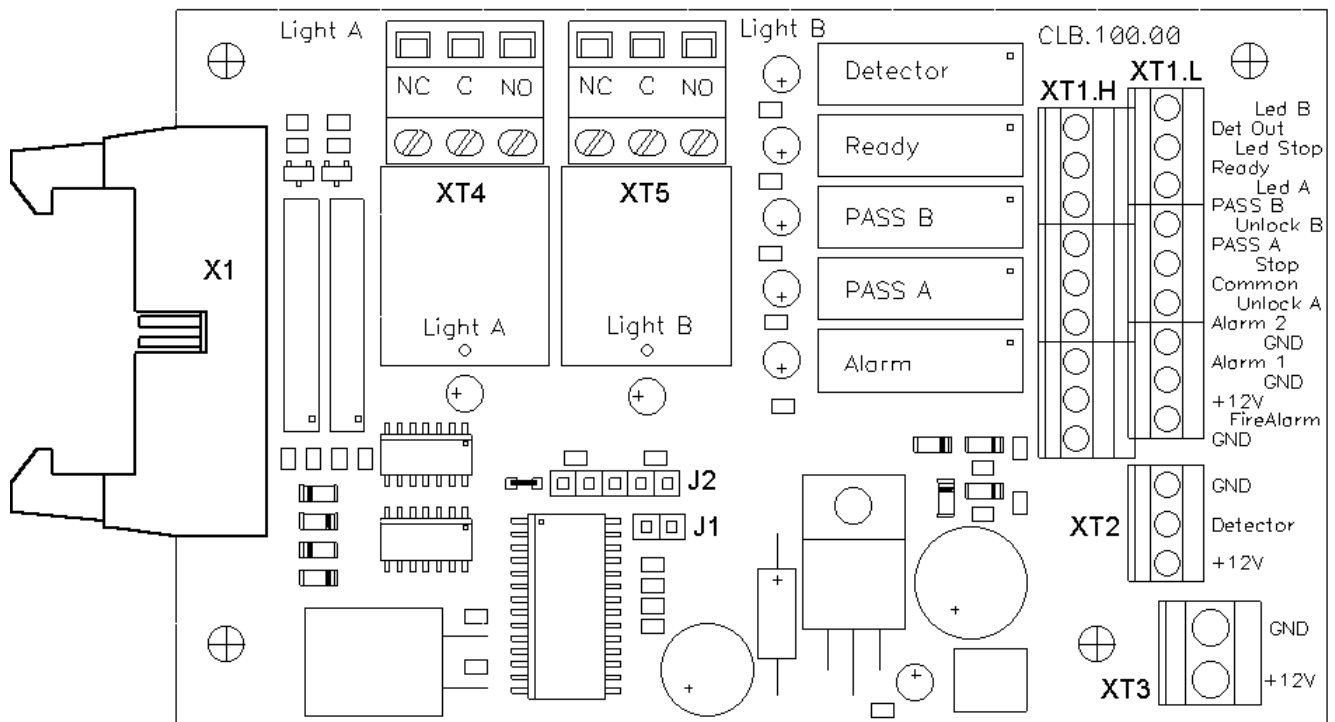
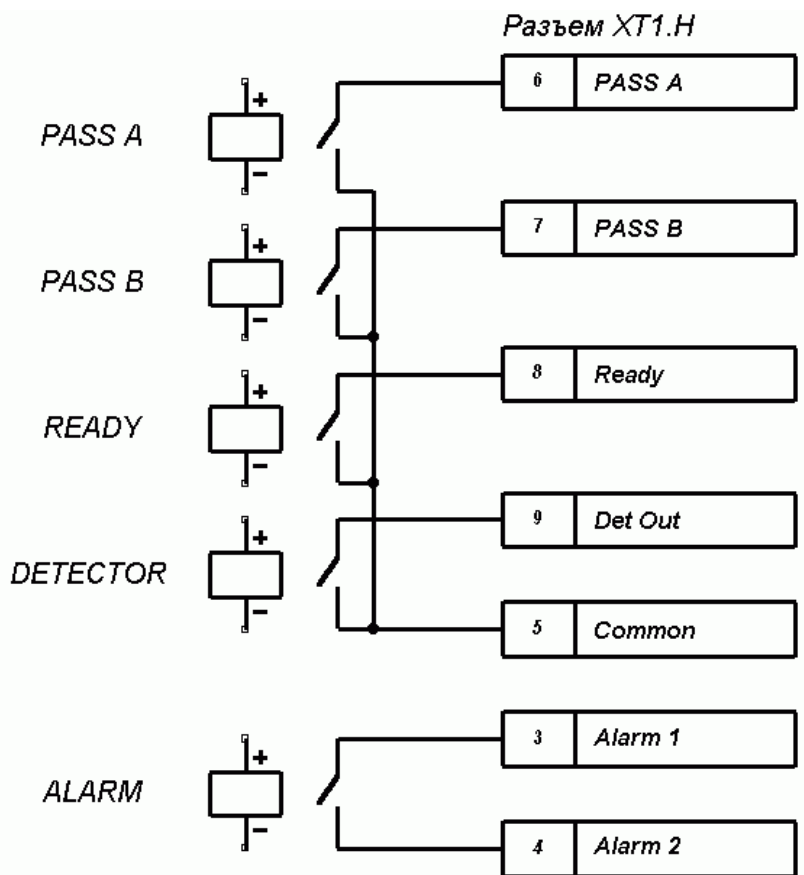

Рисунок 3.1 – Внешний вид платы *PERCo-CLB*
Рисунок 4.2 – Выходные каскады для PASS A, PASS B, Ready, Det Out и Alarm.
5.2.4 Пульт управления выполнен в виде небольшого настольного прибора в корпусе из ударопрочного АБС пластика и предназначен для задания и индикации режимов работы при ручном управлении TBC01. Пульт управления подключается к плате CLB гибким многожильным кабелем (17) через клеммную колодку «ХТ1.Л» (см. рисунок 3.1).
а тыльной стороной) можно, поменяв местами провода от пульта управления, подключаемые на контакты *Unlock A* и *Unlock B* а также *Led A* и *Led B* соответственно (рисунок 3.1 и рисунок А.1 Приложения А).
5.2.5 На плате CLB (см. рисунок 3.1) расположены:
5.4.3 Реле PASS A (контакты PASS A и Common), PASS B (контакты PASS B и Common), Ready (контакты Ready и Common), Detector (контакты Det Out и Common) и Alarm (контакты Alarm 1 и Alarm 2) имеют нормально-разомкнутые контакты. При этом общий для этих реле контакт Common не соединён с минусом источника питания турникета. В исходном (неактивном) состоянии при включенном питании контакты реле PASS A, PASS B, Ready и Detector замкнуты (на обмотку реле подано напряжение), а контакты реле Alarm разомкнуты (напряжение на обмотку реле не подано). Факт срабатывания/отпускания реле PASS A, PASS B, Ready, Detector и Alarm можно определить по загоранию/гашению красных индикаторов, которые установлены вблизи указанных реле (см. рисунок 3.1). Выходные каскады для PASS A, PASS B, Ready, Det Out и Alarm – контакты реле (см. рисунок 4.2) со следующими характеристиками сигналов:
5.9.2 Подключение датчика контроля зоны прохода производится к клеммной колодке «ХТ2», а сирены – к клеммной колодке «ХТ1.Н» платы CLB согласно схеме электрических соединений см. рисунок А.1 Приложения А и рисунок 3.1). Датчик контроля зоны прохода должен иметь нормально-замкнутые контакты.
На контакты Det Out и Common клеммной колодки «ХТ1.Н» платы CLB (см. рисунок 3.1) всегда транслируется сигнал о текущем состоянии датчика контроля зоны прохода.
5.9.3 Подключение устройства, подающего команду аварийной разблокировки, производится к клеммной колодке «ХТ1.L» платы CLB согласно схеме электрических соединений (см. рисунок А.1 Приложения А и рисунок 3.1). Если вход Fire Alarm не используется, то необходимо установить перемычку между контактами Fire Alarm и GND.